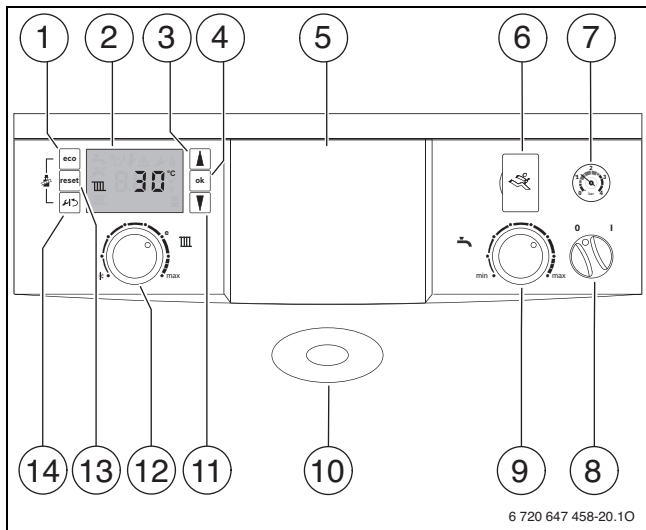

Fig. 4 Betjenings-elementer
- Udetemperaturstyret regulering udvidet indbygget i kedlen → fig. 4, [5].